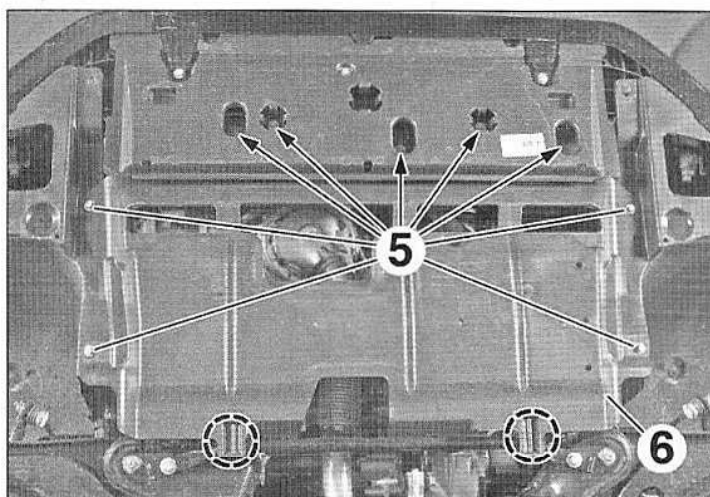

FIG.26
- Déposer les vis (5) (Fig.26).
- Dégraffer et déposer la protection sous moteur (6).